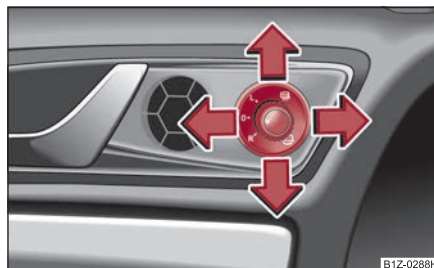

Fig. 74 Interiorul ușii: Buton rotativ
- Aduceți butonul rotativ în poziția  ⇒ fig. 74.
Când butonul rotativ se află în poziția **R** ⇒ pagina 72, fig. 74 și se selectează treapta de marșarier, suprafața oglinzii se basculează puțin în jos. Astfel în timpul parcurii este asigurată vizibilitatea spre bordură.
- Dacă oglinzile au fost pliate de la butonul rotativ ⇒ pagina 72, fig. 74, acestea pot fi aduse la poziția inițială numai de la butonul rotativ.